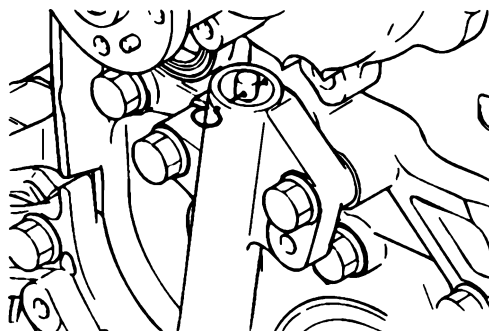

图 28-42 安装自动张紧器
- 5) 把自动张紧器安装到前壳体上并紧固至 $(23 \pm 3)\text{N} \cdot \text{m}$, 如图 28-42 所示。